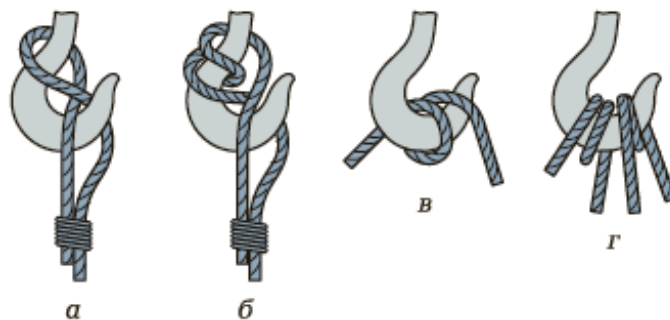

Рис. 2. Способы крепления каната на крюк: а — одинарный крюковой узел; б — двойной крюковой узел; в — подвеска на двух ветвях; г — подвеска на четырех ветвях
1. Грузы небольшой массы закрепляют одинарным (рис. 2, а) или двойным (рис. 2, б) крюковым узлом;
2. Крупногабаритные грузы большой массы крепят к крюку грузоподъемного устройства на двух (рис. 2, в) или четырех (рис. 2, г) ветвях.